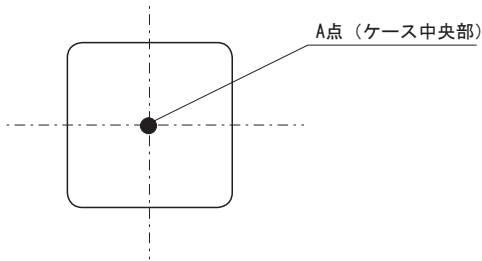

図8.4 温度測定箇所 (ケース上面)
■ ケース温度は、図8.4のA点の温度が105°C以下となるようにして、ご使用ください。